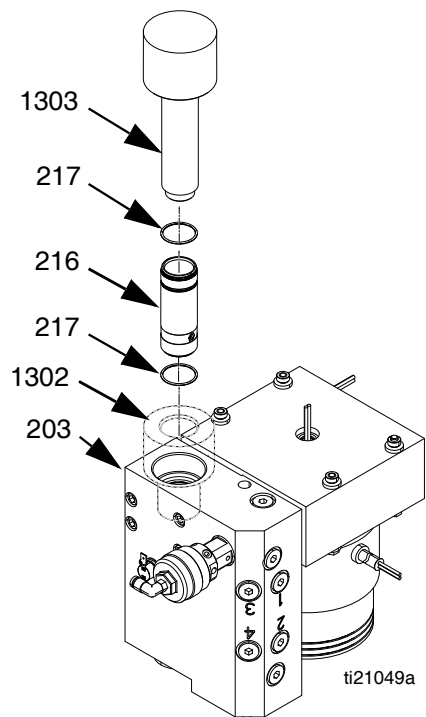

图 36
2. 将内筒安装工具 (1302) 置于熔化器出口歧管 (203) 中, 防止密封件被锐角螺纹刮伤。参见图 36。
3. 使用外筒安装工具 (1303), 将筒体 (216) 压入熔化器出口歧管 (203)。必要时用橡胶锤敲击就位。参见图 36。